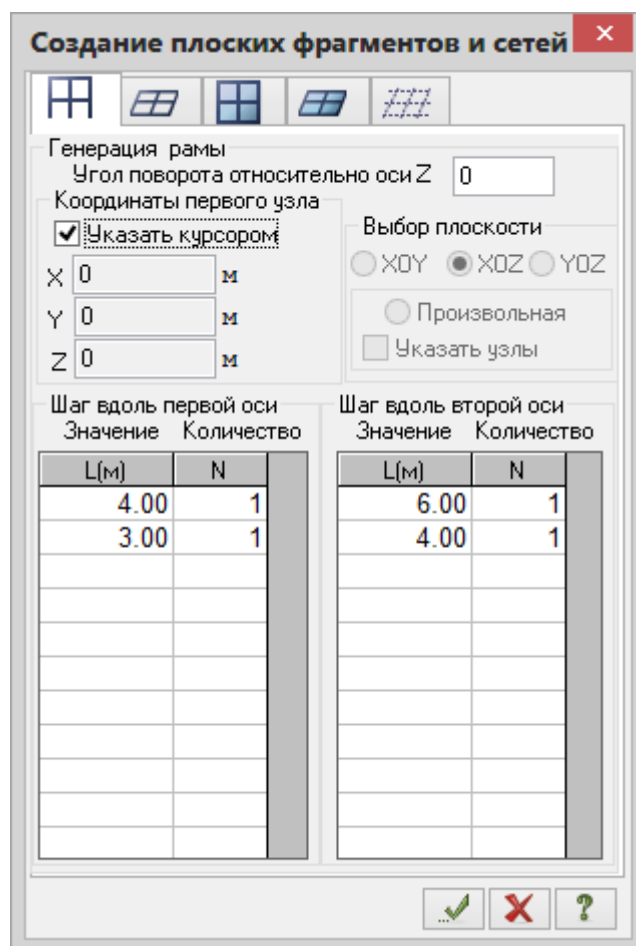

Рис.1.5. Диалоговое окно Создание плоских фрагментов и сетей
- Остальные параметры принимаются по умолчанию (рис.1.5).